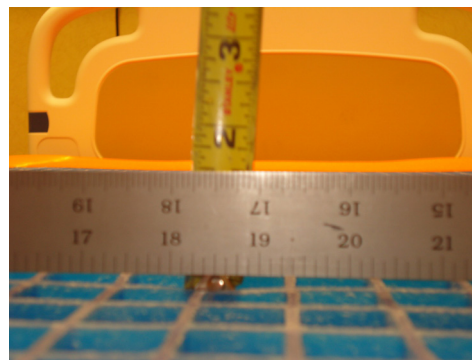

Figura 6
6. Con ayuda de una cinta métrica, mida la profundidad máxima (punto más bajo) de la parte inferior de la regla colocada sobre el gel, según se muestra en la Figura 6.